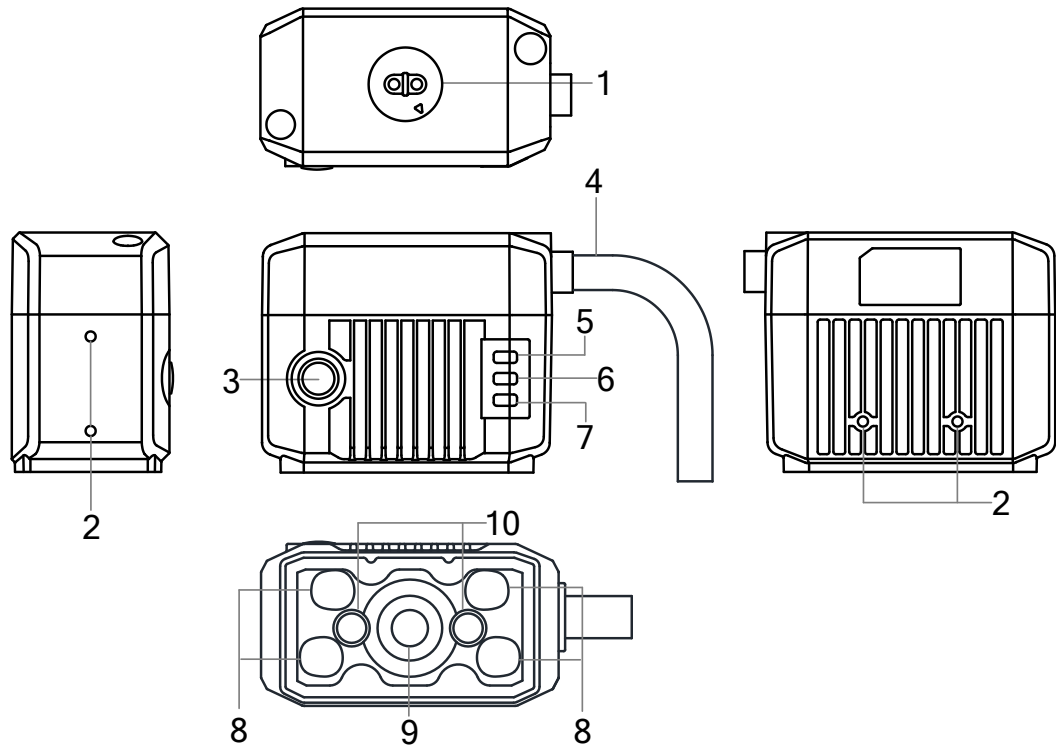

图1-1 手动调焦设备外观
- 手动调焦设备，可通过设备后部调焦旋钮，手动调节对焦距离，外观如图 1-1 所示。